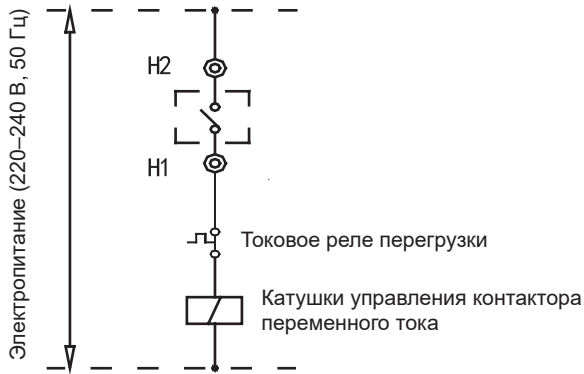

Рис. 5-2
- Шаг 10: Подключение кабелей управления вспомогательных электрических нагревателей. Кабели управления пускателя пер. тока вспомогательного электрического нагревателя должны быть подключены к клеммам H1 и H2 базового чиллера, как показано на рис. 5-2.